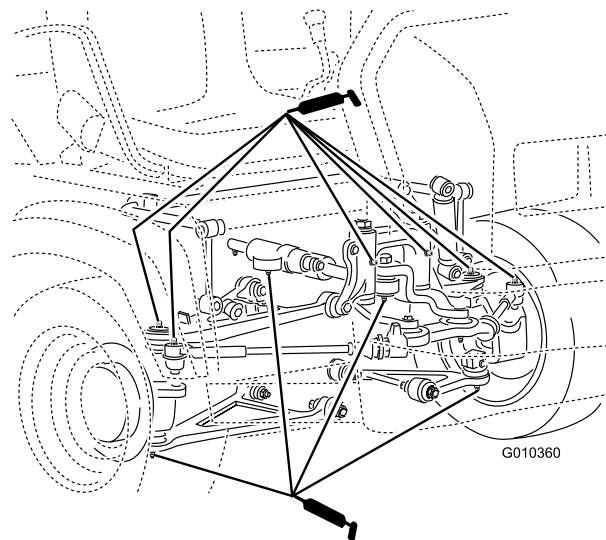

Figure 46
- **Rotules** (4) ; voir Figure 46
- **Supports de pivot** (2) ; voir Figure 46
- **Vérin de direction** (2) ; voir Figure 46
- **Biellettes de direction** (2) ; voir Figure 46